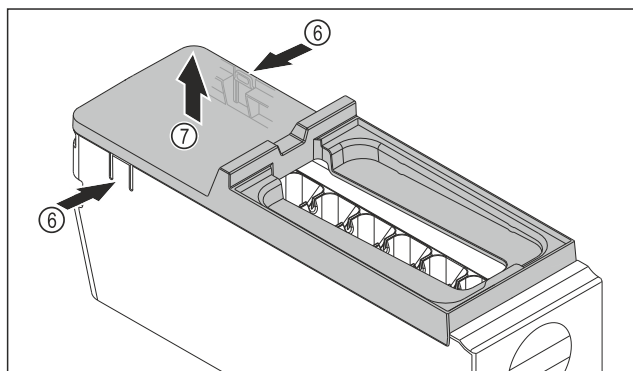

Fig. 198
- Abdeckung des EasyTwist-Ice-Korpus entnehmen: Laschen Fig. 198 (6) an den beiden Seiten des EasyTwist-Ice-Korpus mit einer Hand drücken.
- Abdeckung Fig. 198 (7) mit der anderen Hand nach oben entnehmen.